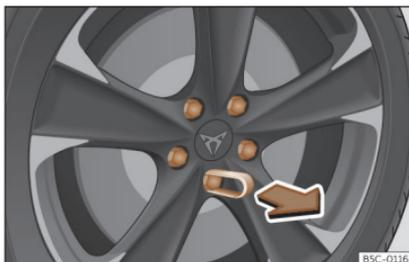

Fig. 165 Rueda: tornillos de la rueda con capuchones.
- Encaje la pinza de plástico (herramienta de a bordo)» **fig. 143** sobre el capuchón hasta que encastre» **fig. 165**.